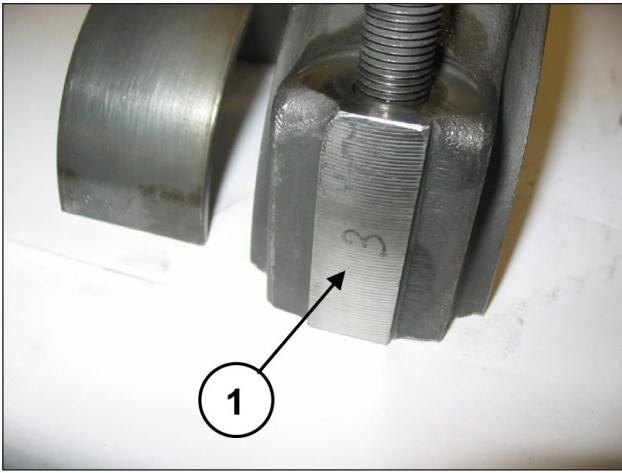

Fig. 33
Acople as semi-hastes aos chapéus anteriormente desmontados, fazendo referência à numeração (pos. ①, Fig. 33).
Separe os chapéus das semi-hastes. O acoplamento correto será garantido pela numeração colocada em um lado (pos. ①, Fig. 33).